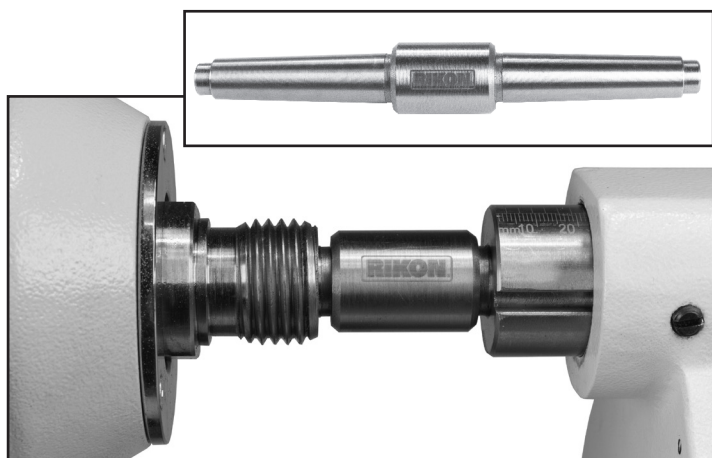

FIG. 38
3. Si les pointes ne sont pas alignées, utilisez la jauge d'alignement MT2-MT2 fournie (fig. 38) pour aligner la poupée fixe avec la poupée mobile;